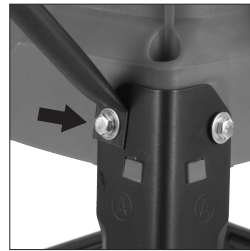

Abb. 9
- Setzen Sie die Maschinenschraube durch das Ende der Stützstrebe ein und befestigen Sie die Maschinenschraube wieder am Maschinenhauptteil. **(Abb. 9)** Verwenden Sie ein Lineal oder ähnliches über den Tisch und die Verlängerungsplatte, um die Ausrichtung zu prüfen. Die Verlängerungsplatten müssen genau waagrecht und bündig mit dem Haupttisch der Maschine sein.